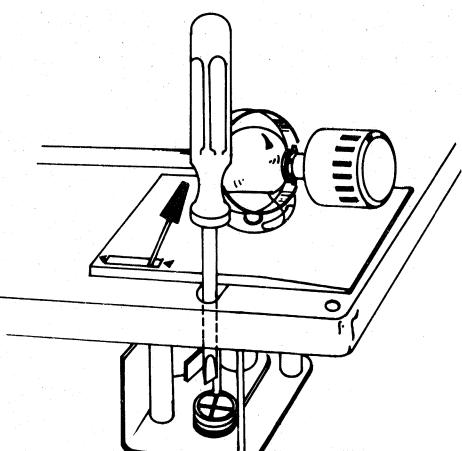

Fig. 4b
- 4° - Agir si nécessaire sur l'excentrique de réglage (Fig. 4b) pour déplacer le point de frôlement du bras et de l'axe du support.